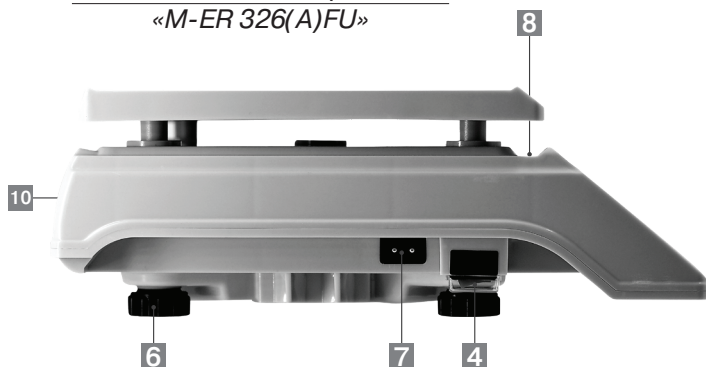

Рис. 1. Весы электронные
Общий вид весов М-ER 326(A)(D)F(L)(U) приведен на рис. 1, 1а.